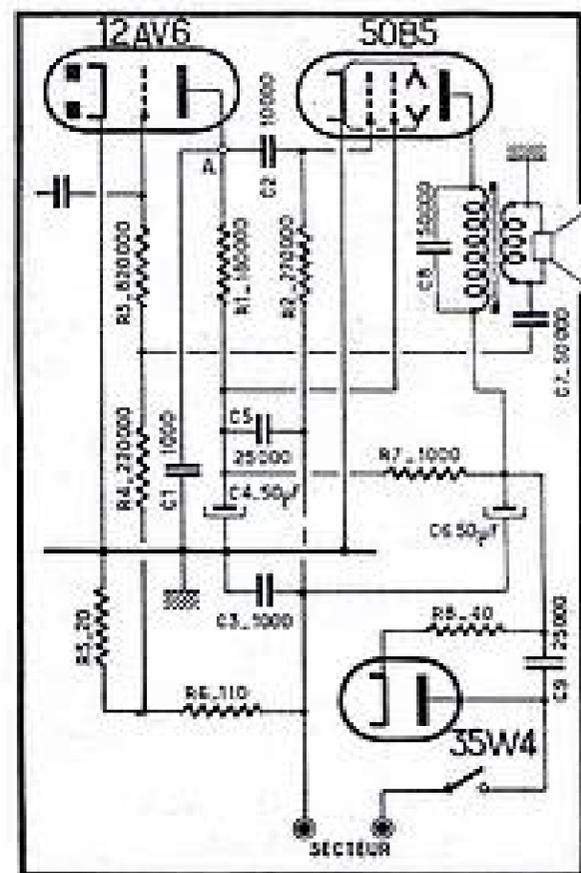

Fig. 8
Le cadre est relié au châssis amplificateur par trois fils souples et le plan de câblage de ce châssis est donné par la figure 8. Le C.V. utilisé possède une capacité de 490 pF; nous avons employé le modèle miniature Elveco que ses dimensions réduites et
le ronflement disparaît lorsqu'on court-circuite à la masse la plaque de la préamplificatrice B.F., 12AV6 (point A, fig. 8) ;
9. — Il s'agit d'un récepteur Radialva, « Super Clips », dont la partie B.F. et alimentation est représentée par le schéma de la figure 8.